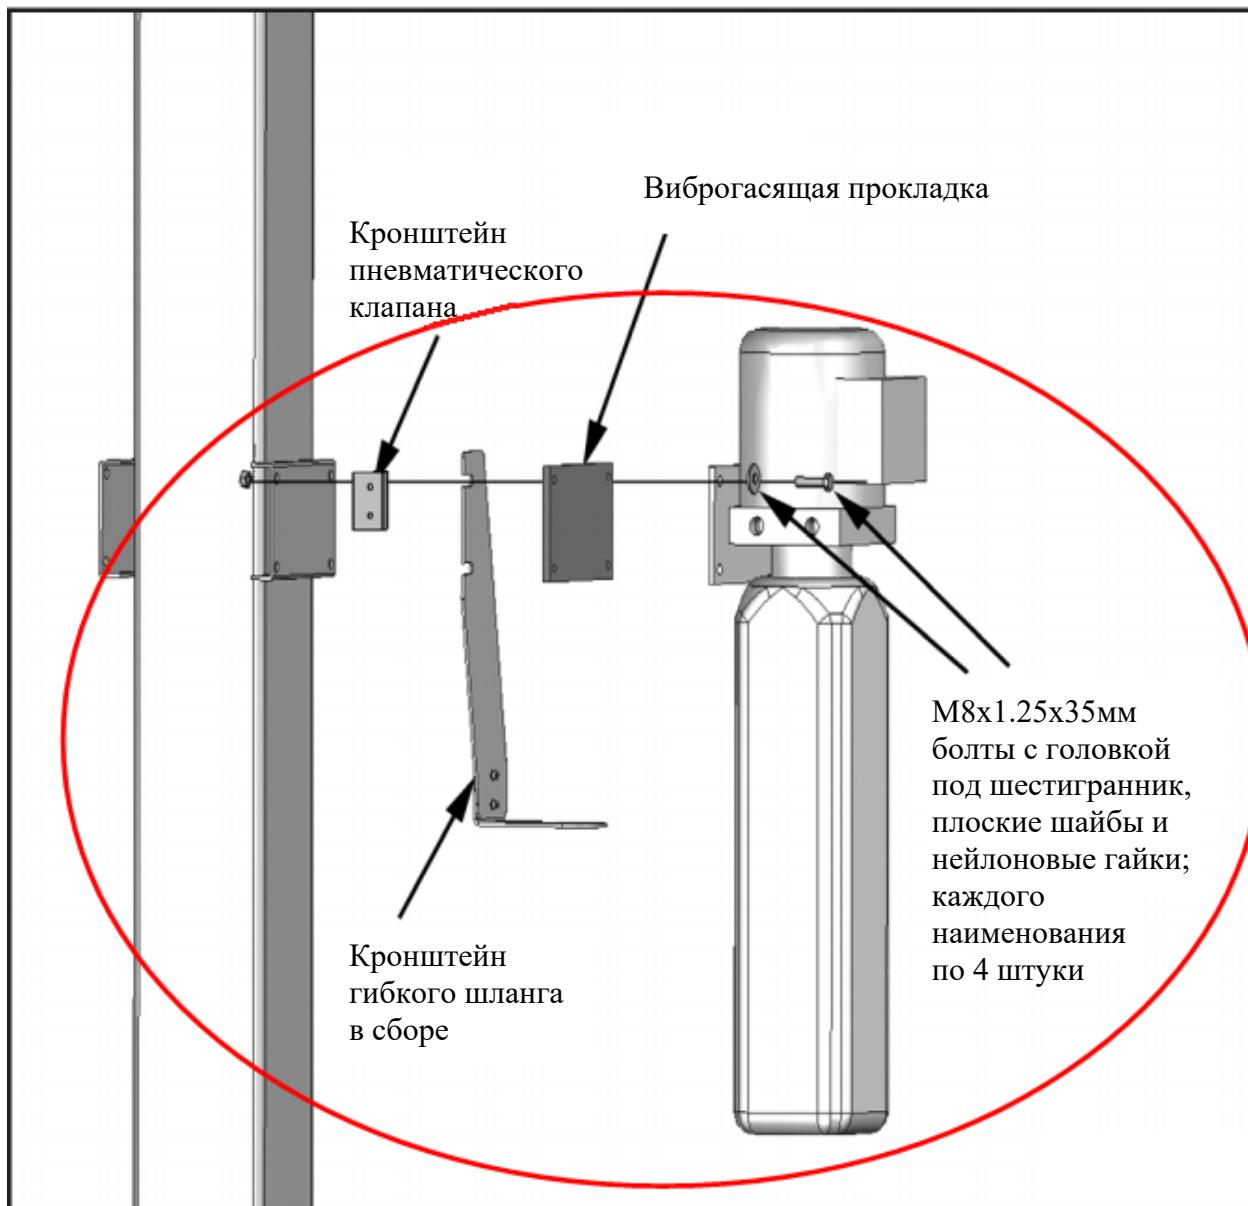

Рис. 9.1
1. Закрепите гидроагрегат на кронштейн, используя болты M8 с головкой под шестигранник и нейлоновые гайки. Залейте необходимое количество (прим. 12 л.) рекомендованной гидравлической жидкости HW-32 (см. рис. 9.1).